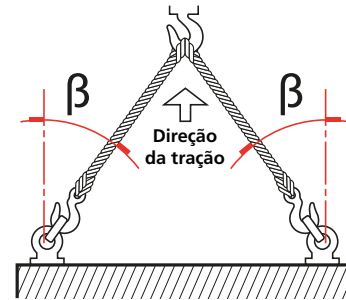

Fig 7.1 Içamento (atuador de ação simples até um tamanho de 161)
- No caso de um atuador de ação simples, engate as eslingas da corrente de aço dupla nos suportes de içamento como mostra a Fig 7.1.